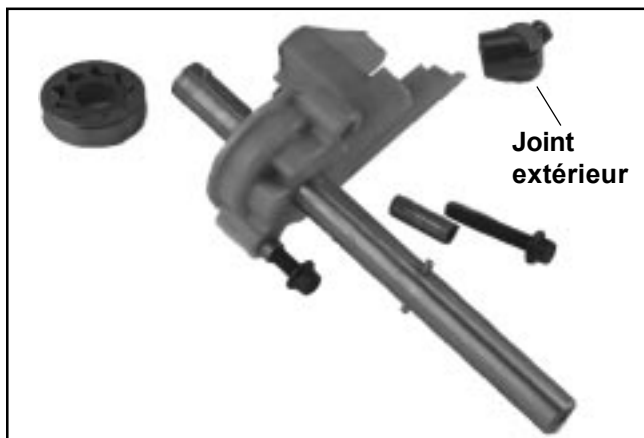

Figure 8-42. Arbre à cames du côté admission et pompe à huile.
- Retirer les deux vis attachant la pompe à huile et l'arbre à cames du côté admission au carter. Tirer prudemment l'arbre à cames vers le haut pour retirer l'ensemble de la cavité du carter. Le petit joint en caoutchouc* situé sur la sortie de la pompe à huile risque d'être délogé durant la dépose. Ne pas le perdre. Voir la Figure 8-42.